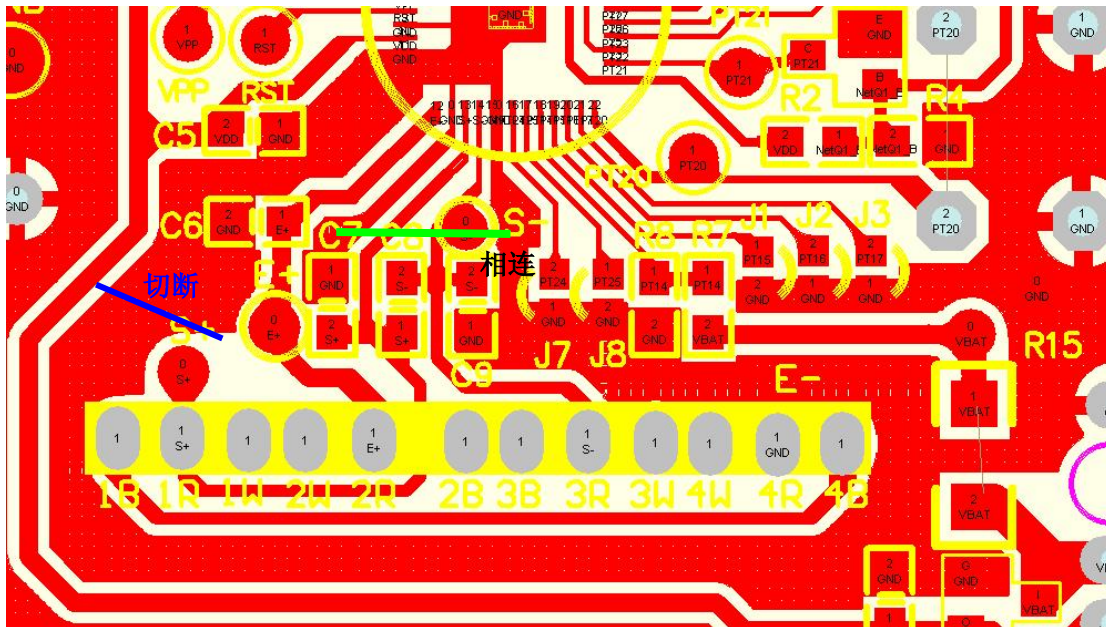

图 6 错误布板
- 1、整个模拟地形成了环路，相当于是天线效应。需在环路的地线上切断，如图 6 蓝色线位置切断。
- 2、C7 与 C8 电容之间的地相隔太远，最好能直接相连，如图 6 绿色线位置。